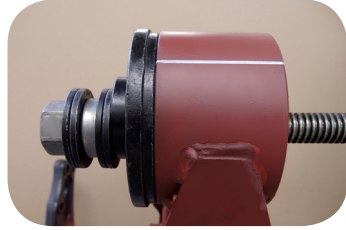

Abb. 13 · Montagewerkzeugeinbau
6. Vormontiertes Montagewerkzeug mit der Gewindestange (1) von der Radseite durch das Funktionslenkerauge stecken. Dabei auf bündigen Sitz der Abdeckscheibe (4) am Funktionslenkerauge (6) achten (Abb. 13).